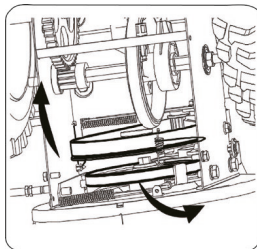

Рис.4
5. Отсоедините пружину опорного кронштейна от рамы (Рис. 4).